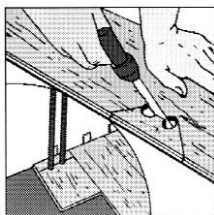

Abb.2
- Bei Heizungsrohren oder ähnlichem (Abb. 2): Bohren Sie ein Loch mit einem Durchmesser ca. 2 cm größer als der Rohrdurchmesser und sägen Sie vom Loch ausgehend zur Kante hin. Verlegen Sie die Diele. Leimen Sie das Stück wieder ein und decken Sie die Fugen mit einer Rohrmanschette ab.